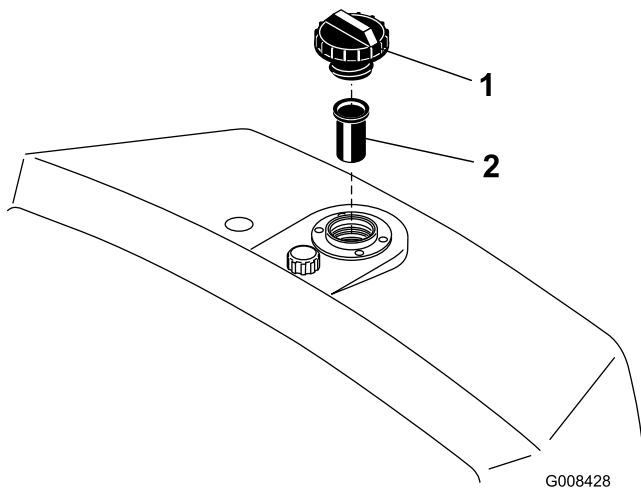

Figure 26
- Retirez le bouchon du réservoir et vérifiez le niveau de liquide. L'huile doit arriver au bas de la crêpine dans le goulot de remplissage (Figure 26).